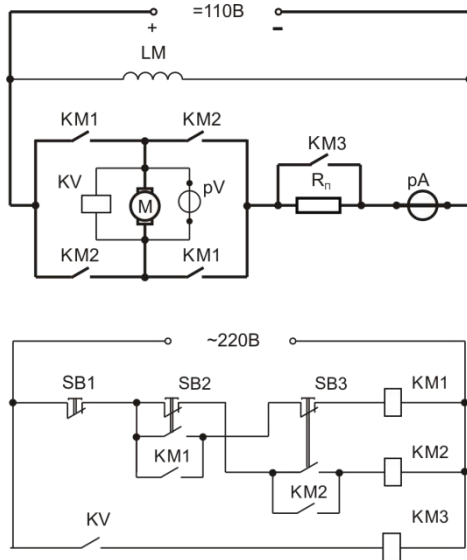

Рис. 4
4. Определить состав схемы (рис. 4), найти элементы схемы на щите. Собрать схему, проверить работу двигателя. Продемонстрировать работу.